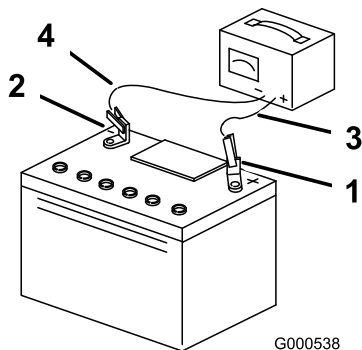

Figura 49
5. Cuando la batería esté completamente cargada, desconecte el cargador del suministro eléctrico, y desconecte los cables del cargador de los bornes de la batería (Figura 49).